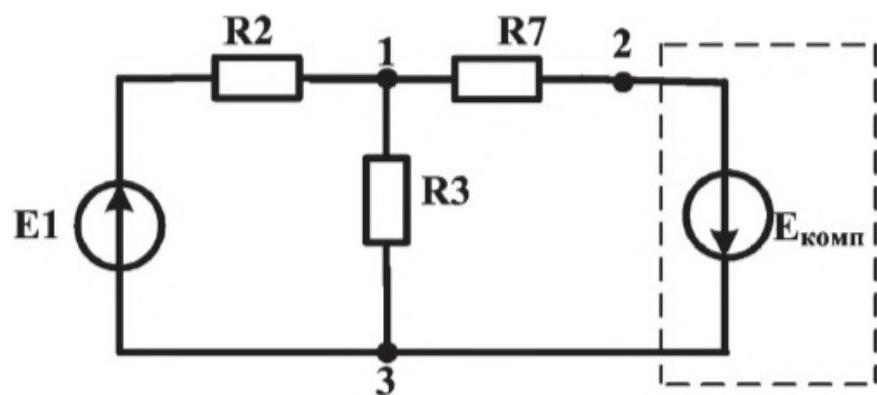

Рис. 9
5. Для проверки принципа компенсации собрать цепь по схеме рис. 9, предварительно установив с помощью регулируемой ЭДС E_2 значение $E_{\text{комп}} = U_{23}$, измеренное в п.3. Измерить напряжения U_{13} , U_{23} . Результаты записать в табл. 5.
4. Используя результаты измерений в п.5 экспериментальной части, рассчитать I_2 , I_3 , I_7 , протекающие через резисторы R_2 , R_3 , R_7 , в цепи рис. 9 с подключенным компенсирующим источником, и записать их значения в табл. 5.